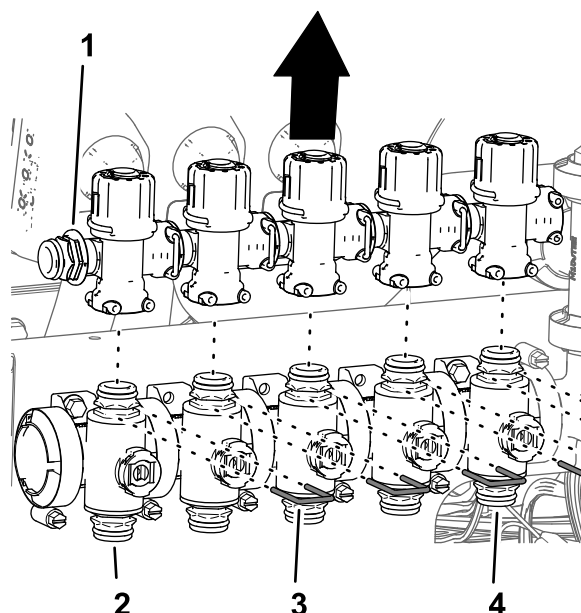

图101
4. 取出将旁通阀固定到喷嘴阀 1 至 7 的卡环图101。
5. 从喷嘴阀 1 至 5 上提起旁通阀图101。